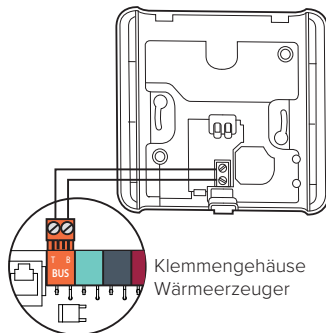

Abb. 13
- Die Kabel des Raumfühlers mit der BUS-Klemme in der entsprechenden Klemmleiste des Wärmerezeugers verbinden (Abb. 13).